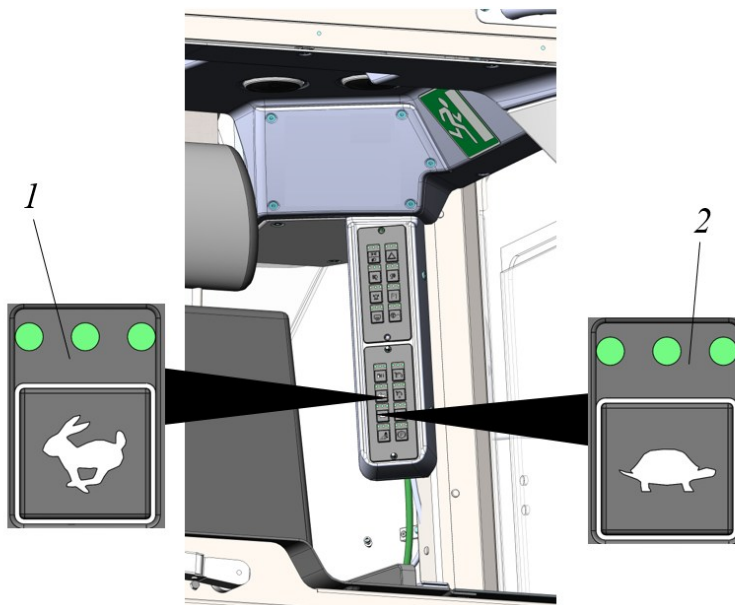

Рисунок 3.47. Выбор диапазонов изменения передаточного отношения
Настройка режима движения (рис. 3.47)
- ▶ Клавишей (рис. 3.47) выбрать необходимый режим движения. **(менять режимы во время движения машины категорически запрещено).**